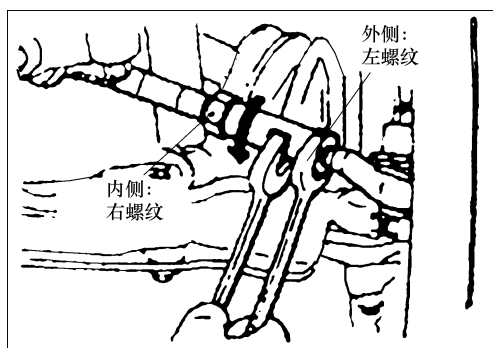

图 4-102 调整前束
2) 如果前束不在标准数值的范围内。可用转动左、右横拉杆之夹紧螺母的方法来调整 (图 4-102)，左、右转动夹紧螺母的量应相同 (在相对方向)。